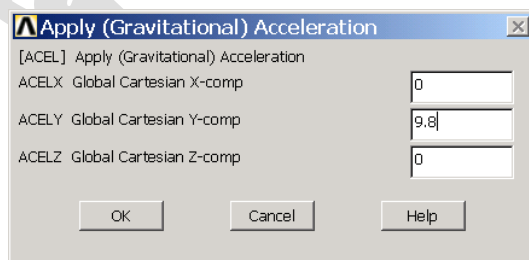

图5.47 施加重力荷载
- (1) 单击工具栏上的 **RESUM\_DB** 按钮，恢复 5.4.3 节中保存的模型数据库。
- (2) 建立好有限元模型后，单击 **Main Menu>Solution>Define Loads>Apply>Structural>Inertia>Gravity** 菜单，弹出如图 5.47 所示的 **【Apply (Gravitational) Acceleration】** 对话框。